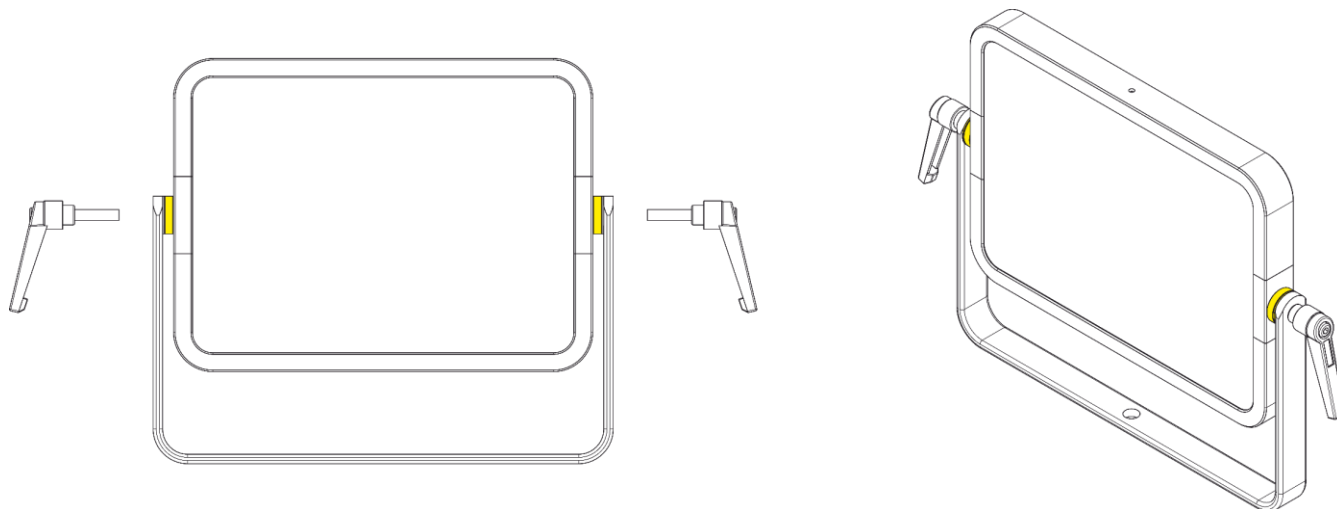

Fig. 11
- 02) Installare tutti gli elementi come indicato nella Fig. 11.